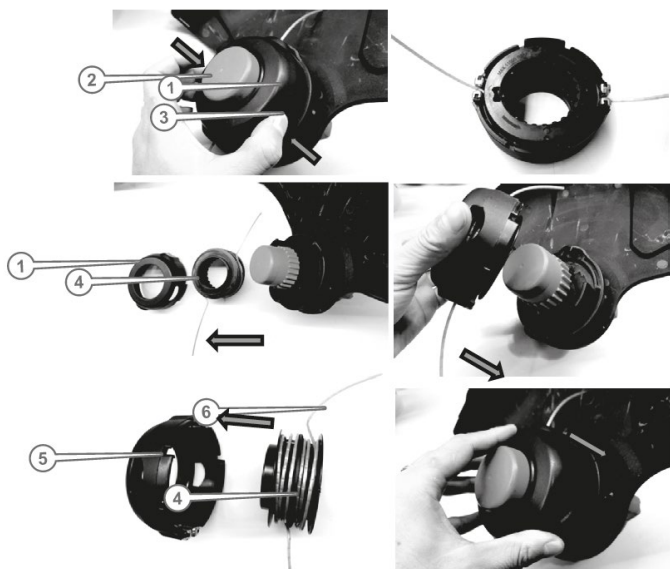

Рисунок 16. Схема заміни жилки різальної головки.
2. Розблокувати кришку головки кнопками розблокування (3, рис. 16) з обох боків головки.
3. Зняти кришку (1, рис. 16) різальної головки, котушку із жилкою (4, рис. 16).
5. Протягнути жилку (6, рис. 16) крізь отвір котушки та рівномірно намотати на котушку не вище обмежувальних країв, залишивши кінці назовні (рис. 16).
6. Встановити котушку (4, рис. 16) з намотаною жилкою в кришку (1, рис. 16) так, щоб кінчики жилки потрапили у пази (5, рис. 16) та виходили з обох боків кришки.